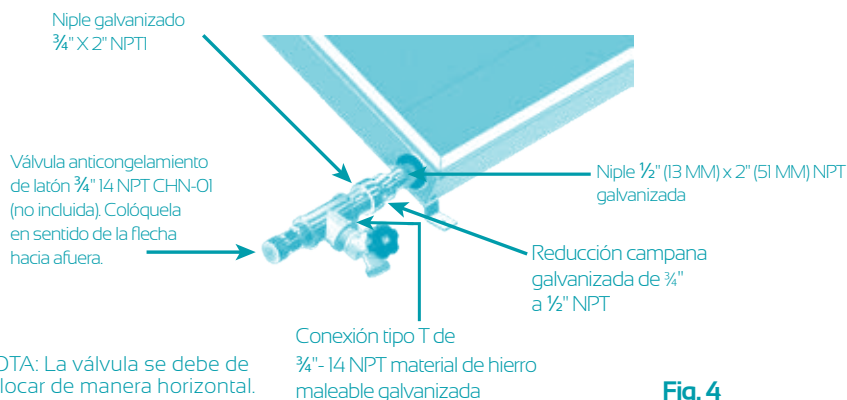

Fig. 4
** Ver Fig. 4 para la conexión de la válvula anticongelamiento.
1. Válvula anticongelamiento de latón 3/4" CHN-01 (código: 50304030543) (Ver Fig. 4)
- b. Abrir la llave de drenado ubicada en el colector "**Precaución el agua puede estar caliente**". ver Fig. 4.
- a. Cierre la llave de drenado, ver Fig. 4.
Es conveniente drenar (Ver Fig. 4) el sistema cada 3 meses, con la válvula de drenado que se encuentra en la parte inferior del colector solar. Cuando el sistema no sea usado por periodos prolongados (vacaciones, etc más de 7 días) asegúrese de cubrir el colector con una lona térmica o material resistente a la radiación solar.